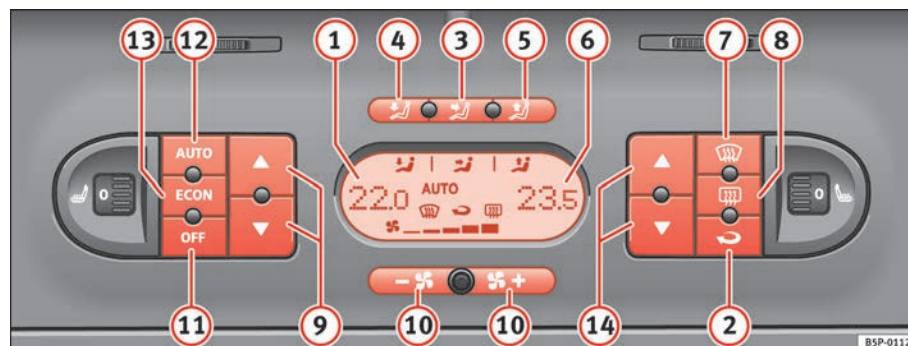

Fig. 131 Mandos del 2C-Climatronic en el tablero de instrumentos
⇒ página 165, fig. 131 (3) al (5), la tecla **ECON** o pulse las teclas de la turbina (10). El símbolo **AUTO** desaparecerá del display.
- Pulse la tecla  ⇒ **página 165, fig. 131 2** para conectar o desconectar la recirculación de aire. Está conectada si en el display aparece el símbolo .